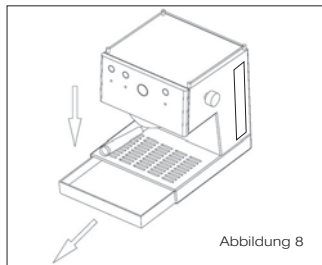

Abbildung 8
3. Nehmen Sie die Schale **21** regelmäßig zur Reinigung heraus. Siehe Füllstandsanzeige der Schale (Abbildung 8)